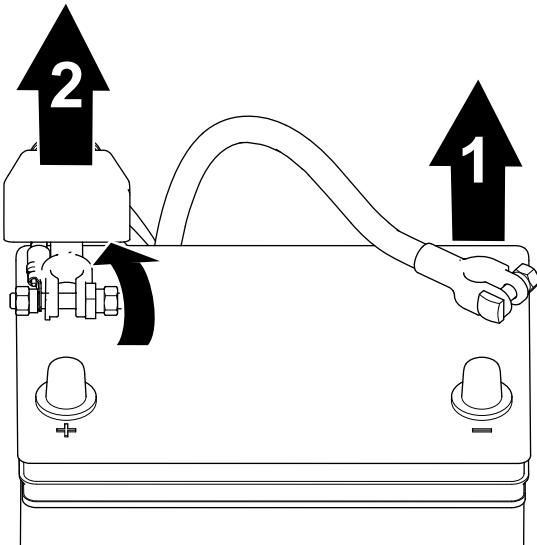

Figura 89
- Retire el cable negativo del borne de la batería (Figura 89).
| 2. Levante el aislante y retire el cable positivo del borne de la batería (Figura 89). | |